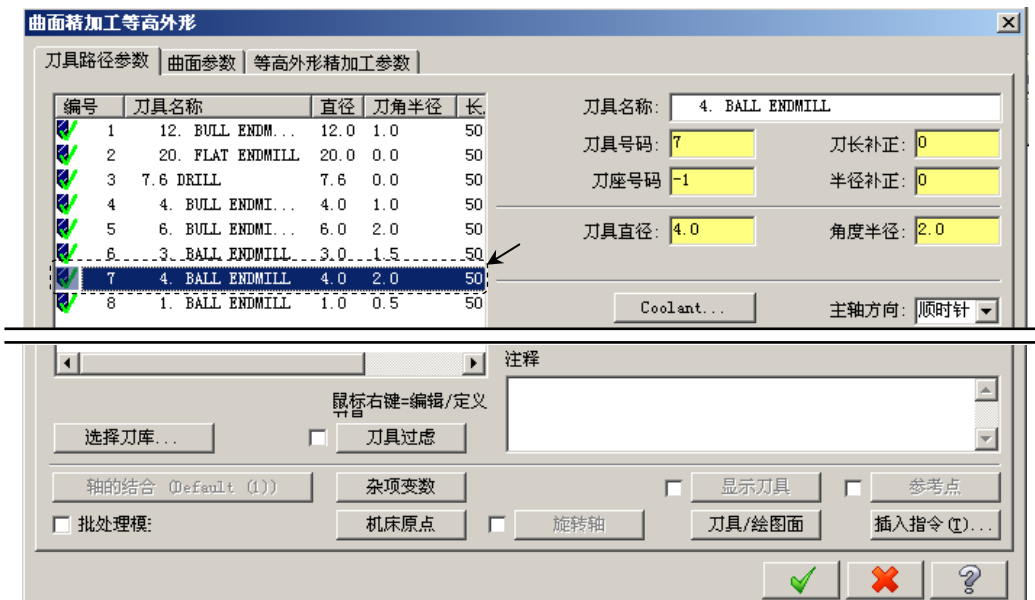

图 20.51 “刀具路径参数”选项卡
Step3. 选择刀具。在“曲面精加工等高外形”对话框中取消选中 ☐ **刀具过虑** 复选框, 然后选择图 20.51 所示的刀具。